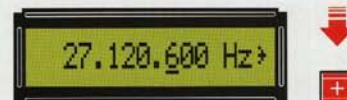

Figure 22 : Si vous pressez la touche + quand le nombre 27.120.600 est atteint, le multimètre indique une tension d'environ 3 V (voir Tableau 2).
– maintenant pressez la touche **+** et vous voyez que la fréquence augmente de **100 Hz**, s'affichent alors les nombres **27 120 100 - 27 120 200**, etc. (voir figure 22), poursuivez jusqu'à ce que l'aiguille du multimètre dévie vers le **fond d'échelle** :